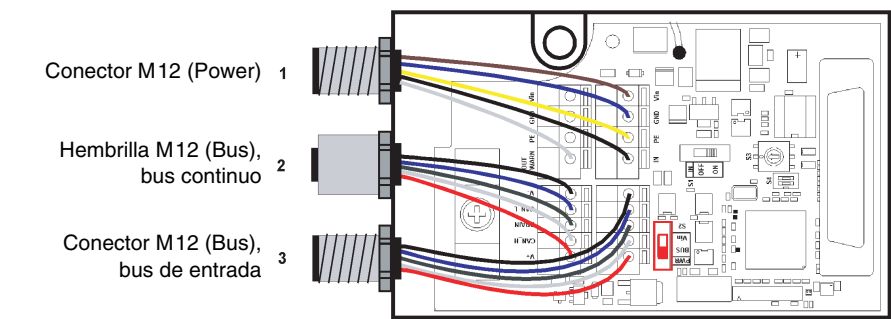

Figura 9.5: Montaje y conexión de los conectores opcionales M12
- 5. Conectar conductores según figura 9.5 y Tabla 9.2.